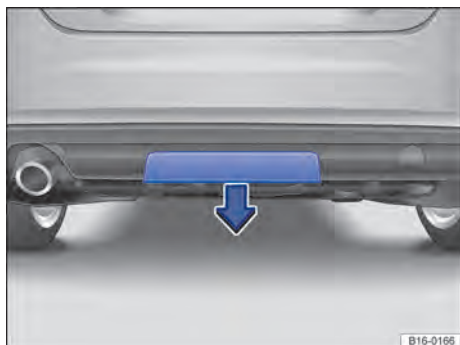

Fig. 117 Para-choque traseiro: desinstalar a cobertura.
O alojamento para a rótula de engate removível encontra-se no para-choque traseiro, atrás de uma cobertura $\Rightarrow$ Fig. 117.
- Empurrar a cobertura para baixo no sentido da seta $\Rightarrow$ Fig. 117.